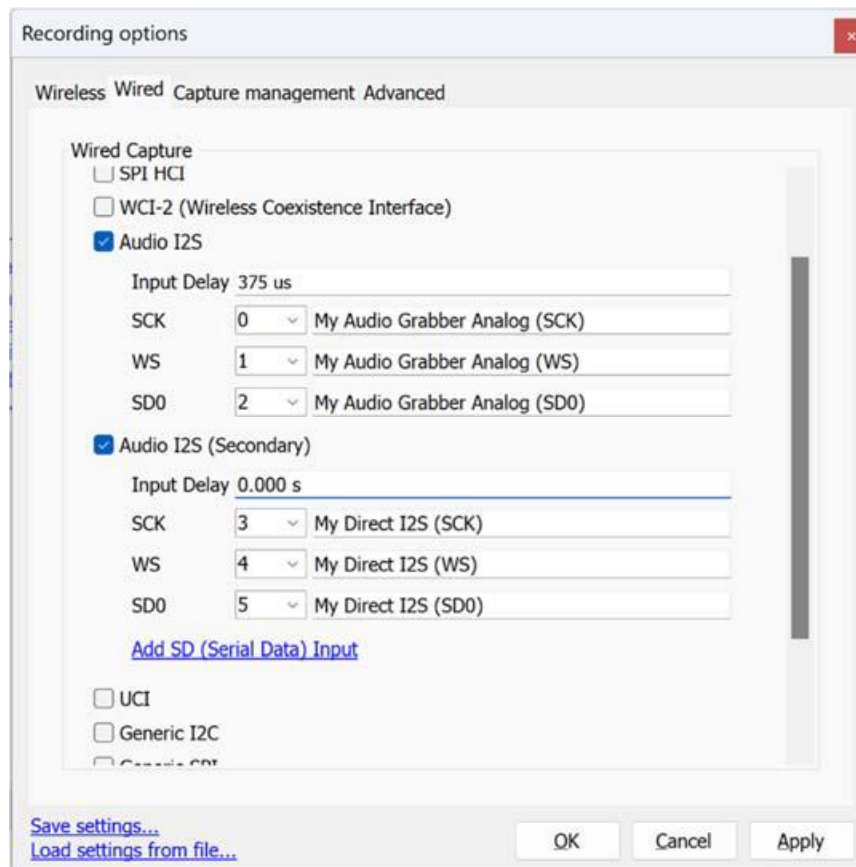

図 9 – Audio Grabber 用の Audio I2S 入力と入力遅延の Recording Options 設定例
4. Recording Options で、図 9 に示すようにプライマリオード I2S 入力を割り当てます。Audio Grabber へのアナログ入力は I2S に変換され、Audio Grabber PCB に示されているように、また図 9 の下部に書かれているように、I/O 0 (SCK)、1 (WS)、2 (SD0) に物理的に接続されています。Audio Grabber の入力遅延は 375 μ s です。